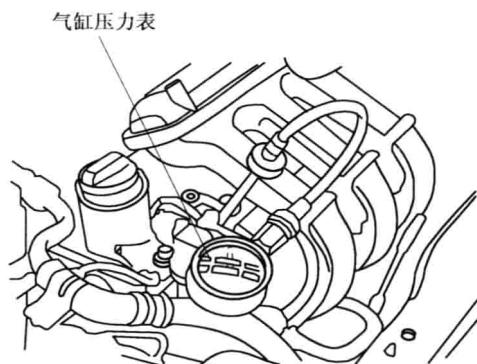

图 1-4 连接气缸压力表
(7)将气缸压力表连接在火花塞孔上,如图1-4所示。
(8) 将节气门完全打开,借助起动机使发动机转动数秒钟。
(9) 读出气缸压力值。
(10) 分别测量所有气缸的气缸压力。
(11) 各缸的气缸压力应在 880kPa 以上,且各缸最大压力差应在 200kPa 以内。如果气缸压力不符合要求,则表明气缸密封性下降。